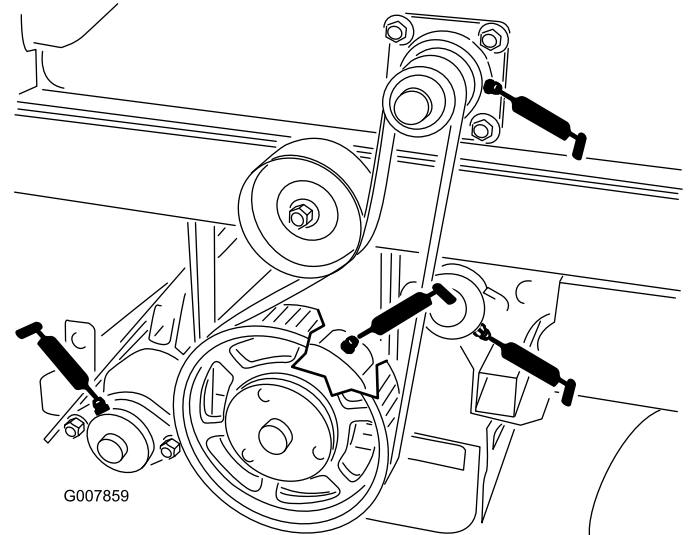
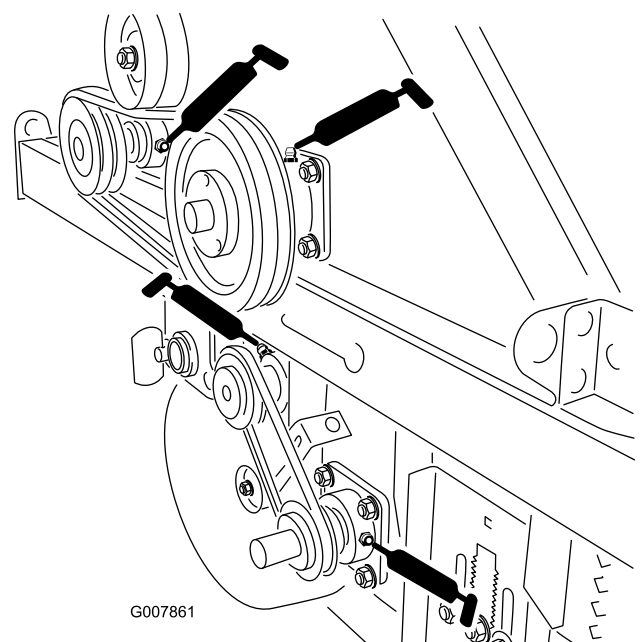

Figure 41
Figure 43
- Ensemble hacheur x 2 (Figure 43 et Figure 41)
- Coin rotatif x 2 (Figure 43 et Figure 41)
- Brosse de ramassage x 2 (Figure 43 et Figure 41)
- Rouleau arrière x 2 (Figure 41)